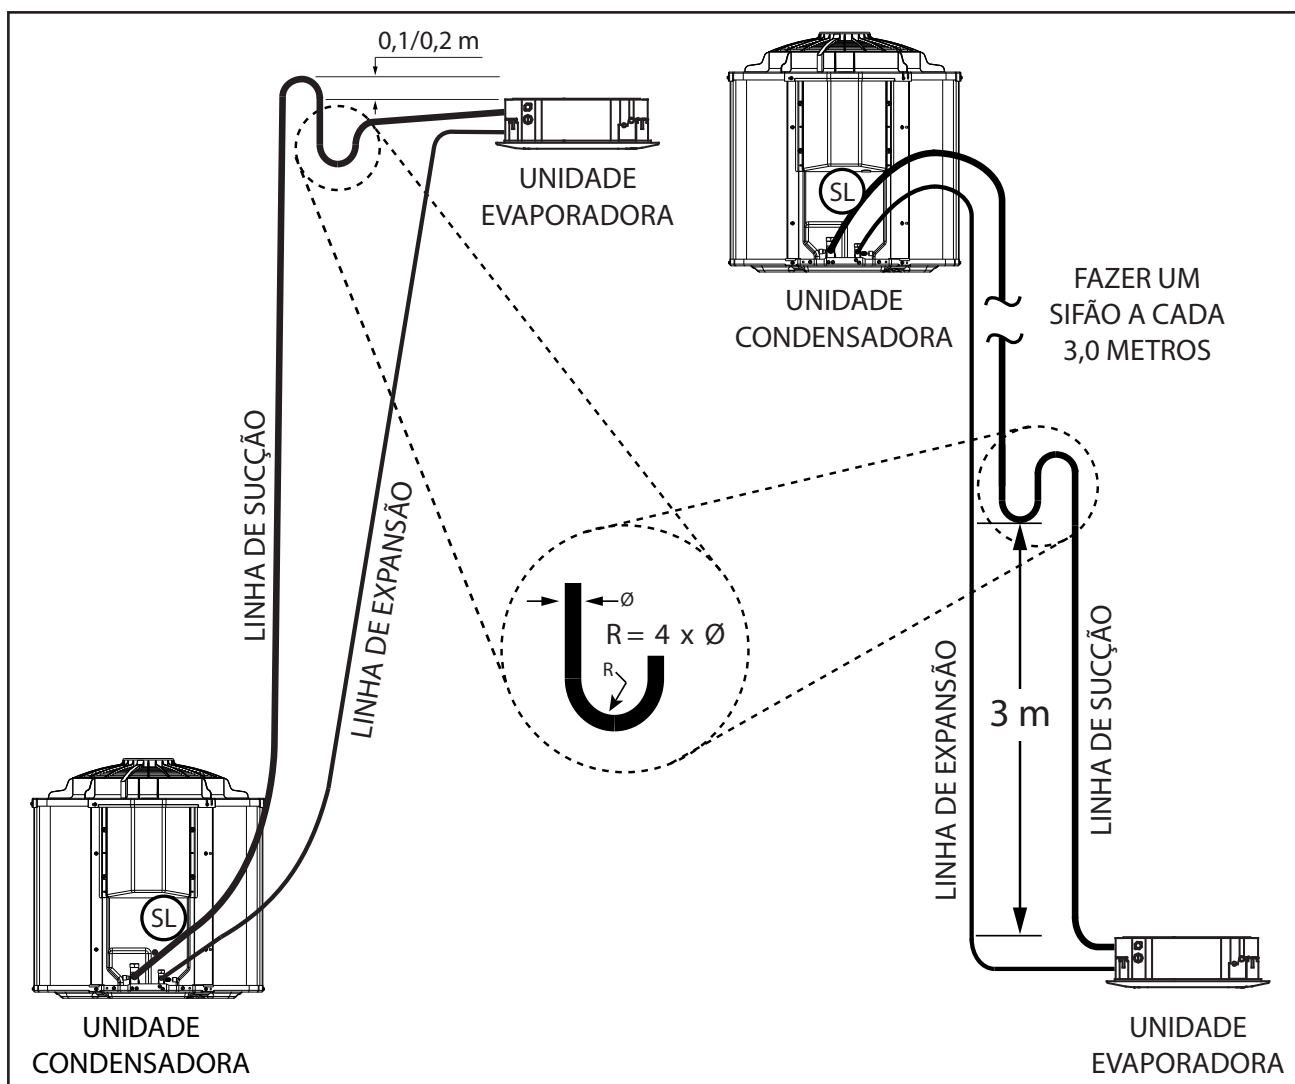

FIG. 45 - INSTALAÇÃO LINHAS DE INTERLIGAÇÃO
- 1º Elevar a linha de sucção acima da unidade evaporadora antes de ir para a unidade condensadora 0,2 metros, quando a evaporadora estiver acima ou no mesmo nível da condensadora. (Fig. 45)
- 2º Quando a unidade condensadora estiver em um nível superior ao da unidade evaporadora, fazer sifões nas subidas da linha de sucção a **cada 3,0 m**, considerando desde a saída da evaporadora. (Fig. 45)